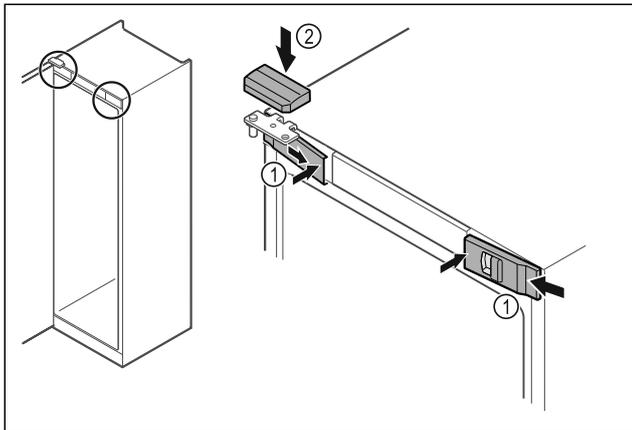

Fig. 48
- Acroșați apărătorii frontale Fig. 48 (1) lateral și fixați-le în poziție la interior.
- Fixați în poziție apărătoarea superioară Fig. 48 (2) de sus.